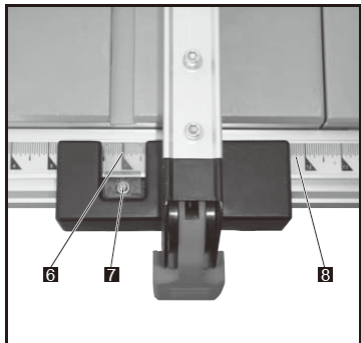

Рис. 25
6.5 Регулировка указателя направляющего упора (Рис. 25)